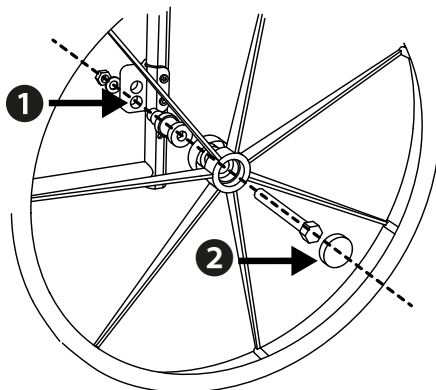

Fig.3
2. Montare le ruote motrici con l'asse di innesto dall'esterno verso l'interno nel foro inferiore della piastra di adattamento della ruota posteriore (1, fig. 3).
3. Riavvitare infine i cappucci di copertura sull'asse di innesto (2, fig. 3).